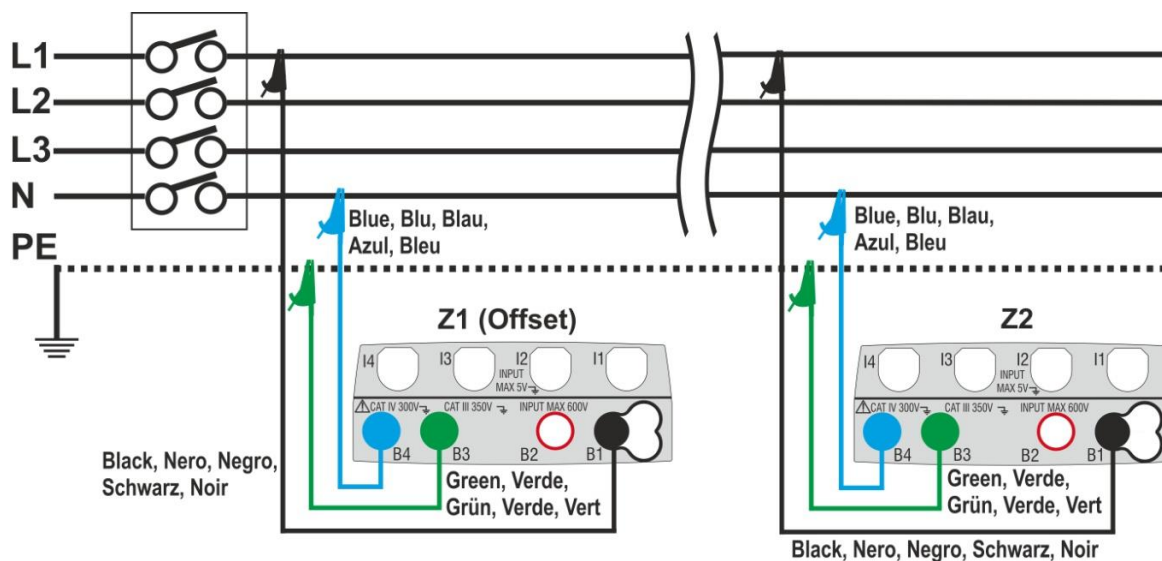

Fig. 34: Ligação do instrumento para medição da queda de tensão pelo método L-N
- 10 Passar ao ponto 9 no caso em que foi inserido manualmente o valor de Z1 (Offset). **No caso em que NÃO foi inserido manualmente o valor de Z1 (Offset)** ligar o instrumento no ponto inicial da linha em exame (normalmente a jusante da proteção) de acordo com a Fig. 34 ou Fig. 35 a fim de executar a primeira medição da Impedância **Z1 (Offset)**. Neste caso o instrumento executará a medição da Impedância presente a montante do ponto inicial da linha assumindo-a como referência inicial. No display é apresentado o seguinte ecrã (relativa à medição L-L)
- 13 Ligar o instrumento no ponto final da linha em exame de acordo com as Fig. 34 ou Fig. 35 de modo a executar a medição da Impedância no fim da linha **Z2**. No display é apresentado o ecrã mostrado ao lado. Notar a presença no display do valor Z1 (Offset) anteriormente medido